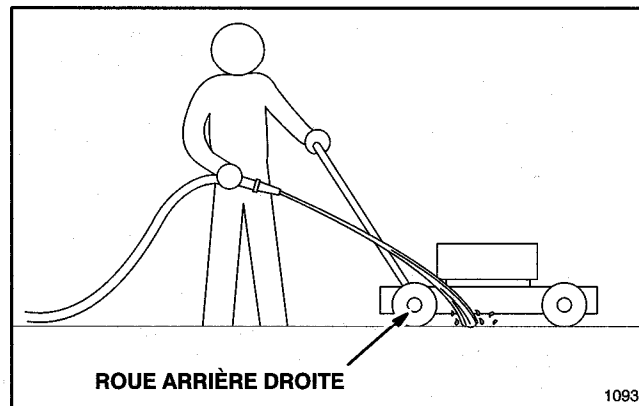

Figure 18
4. Tenir le tuyau d'arrosage à hauteur du guidon et diriger l'eau de manière à ce qu'elle s'écoule sur le sol juste à l'avant du pneu arrière droit (Fig. 18). La lame en rotation aspirera l'eau sous la tondeuse pour la laver des débris et déchets d'herbe. Laisser l'eau couler pendant quelques minutes ou jusqu'à ce que plus aucun débris ne soit chassé du dessous du carter.